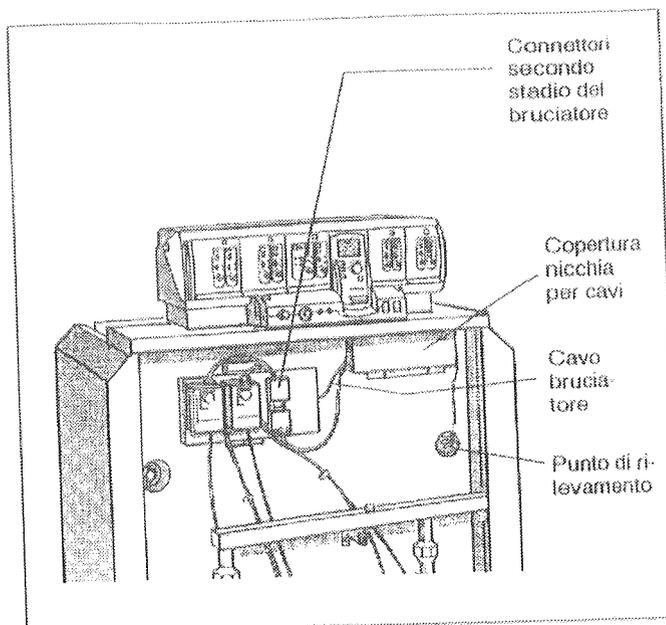

Fig. 15: Lato anteriore caldaia
- Svitare la copertura della nicchia per cavi (Fig. 15).
- Far passare i tubi capillari delle sonde di temperatura e, per la regolazione "Ecomatic", il cavo della sonda della temperatura dell'acqua di caldaia sotto il coperchio anteriore della caldaia, in avanti fino al punto di rilevamento. Srotolare solo la lunghezza necessaria (Fig. 15).
- Far passare il cavo del bruciatore attraverso la nicchia per cavi e sotto il coperchio anteriore della caldaia, verso il retro fino al lato collegamenti dell'apparecchio di regolazione (Fig. 15).
- Per la versione a due stadi, rimuovere il connettore con il ponticello ed inserire qui il connettore del cavo per il secondo stadio bruciatore (Fig. 15).